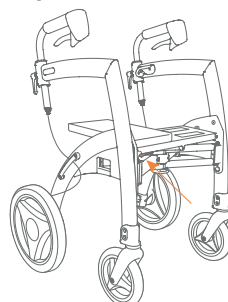
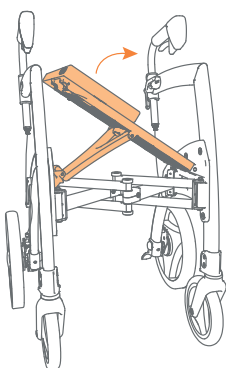

Abbildung 11A: Halten Sie den roten Entriegelungshebel gedrückt.
Abbildung 11B: Heben Sie den Sitz leicht an.
- d. Drücken Sie den roten Entriegelungshebel unter dem Sitz ein (**Abbildung 11A**) und heben Sie den Sitz leicht an (**Abbildung 11B**).